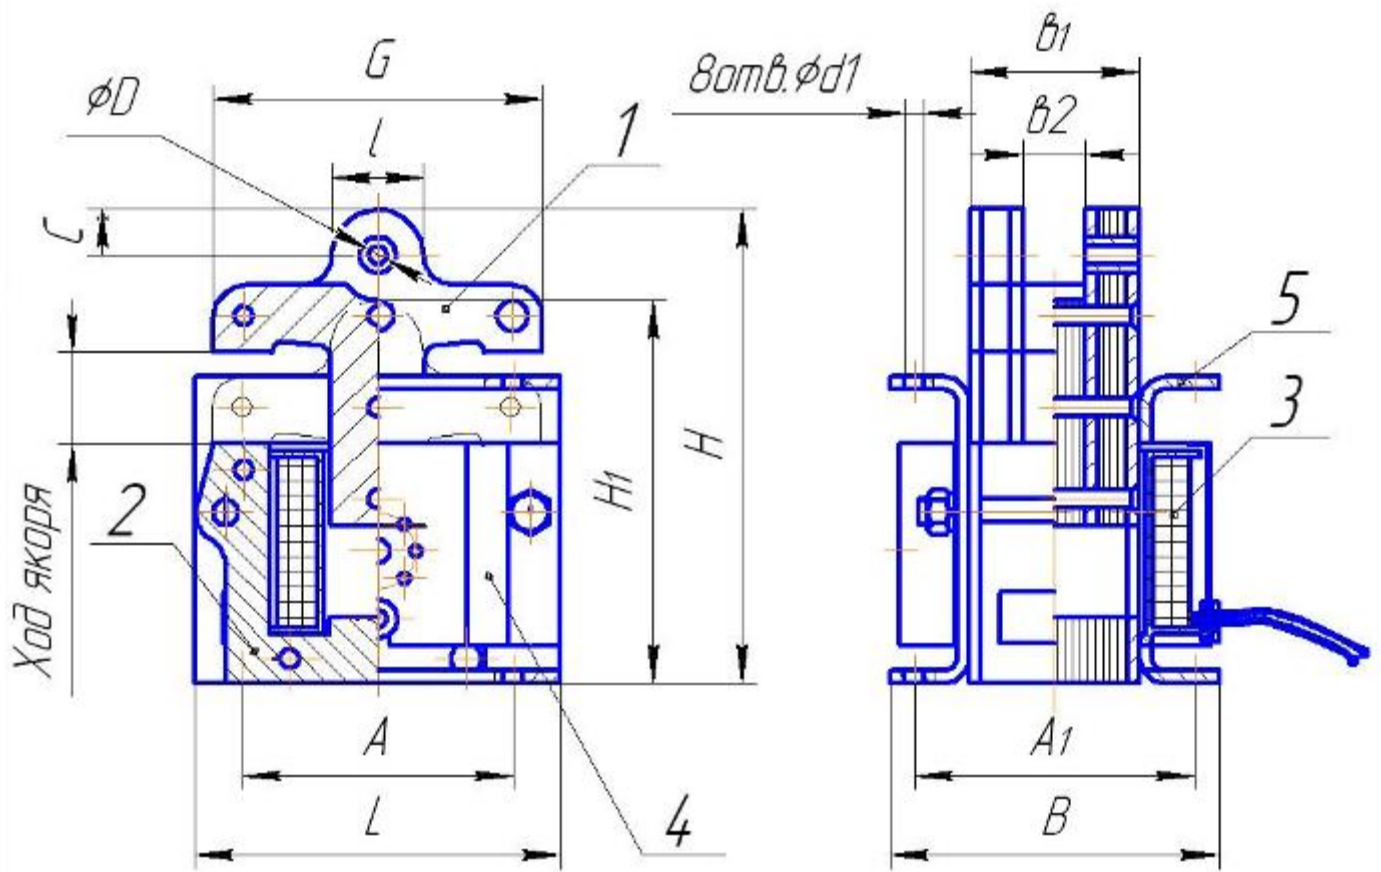

Рис.1 Электромагниты ЭМИС1100.....5100.
4.1 Электромагнит тянущего исполнения (рис. 1) состоит из следующих основных сборочных единиц: якоря 1, катушки 3, ярма 2, скобы 5.
- 6.4** Крепление тяги исполнительного механизма к якорю электромагнита (рис.1) выполняется в отверстие Ø Д.